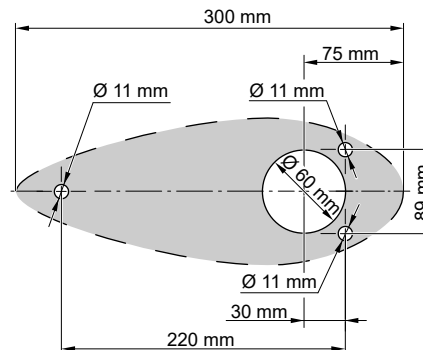

Fig. 48: Dimensões
1. Perfure quatro orifícios para montar o motor Pod (cápsula) no casco do barco, **veja "Fig. 48: Dimensões"**. Se necessário, utilize o bloco compensador adaptado como gabarito.
2. Encaixe o bloco compensador (4) na flange de montagem (5).